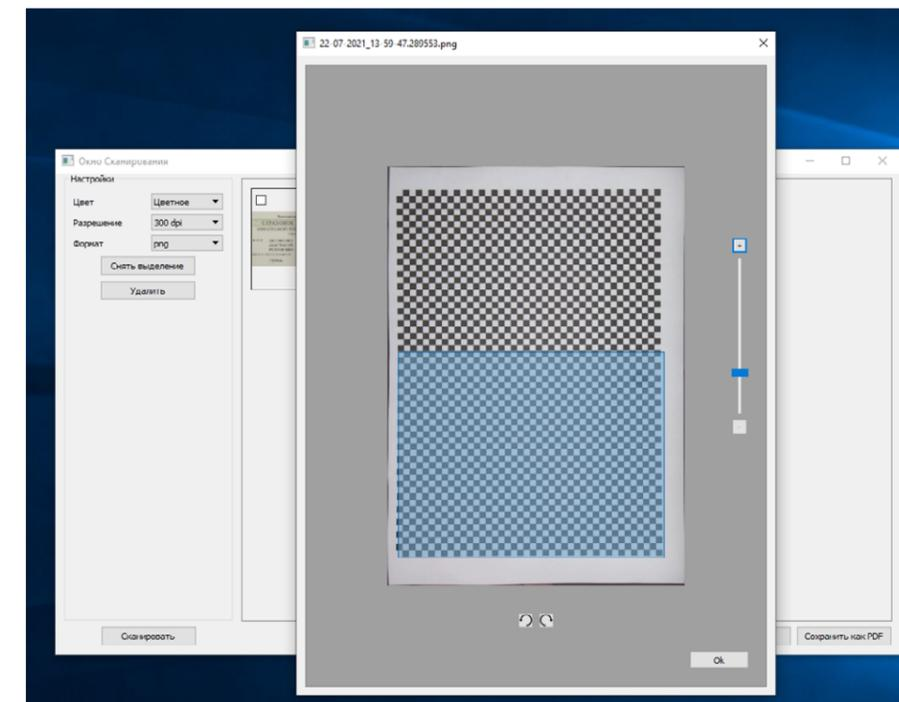

Рисунок 26. Дополнительное окно работы с изображением приложения Promobot Scanner, обрезка изображения
- обрезать изображение (для этого нужно выделить нужную часть изображения и нажать **Ок**. Область, которая осталась вне голубого выделения, будет обрезана, рис. 26).